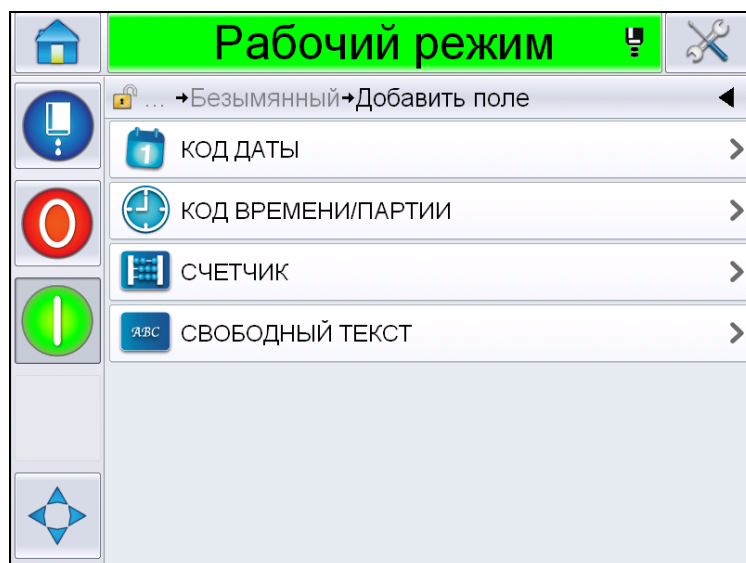

Рис. 5-24: Страница Добавить поле
- 3 Нажмите . Отобразится страница *Добавить поле* (Рис. 5-24).